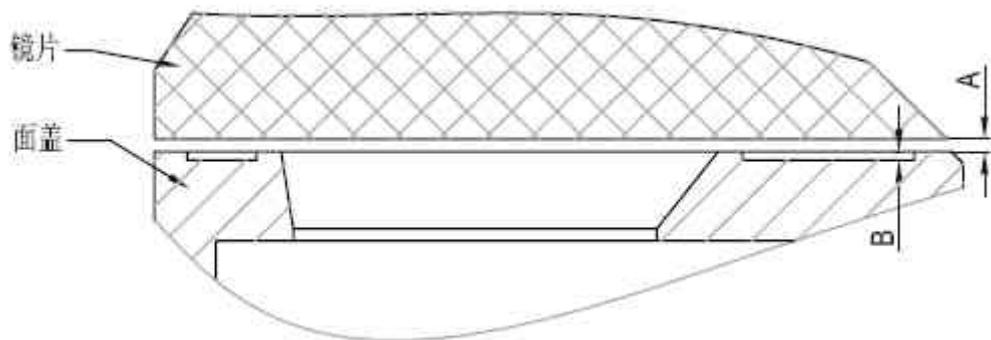

图12-1
1. 镜片与前壳配合间隙为 $A=0.10\text{mm}$ ，如图12-1所示。
2. 贴双面胶的区域需留间隙为 $B=0.10\text{mm}$ ，如图12-1所示。